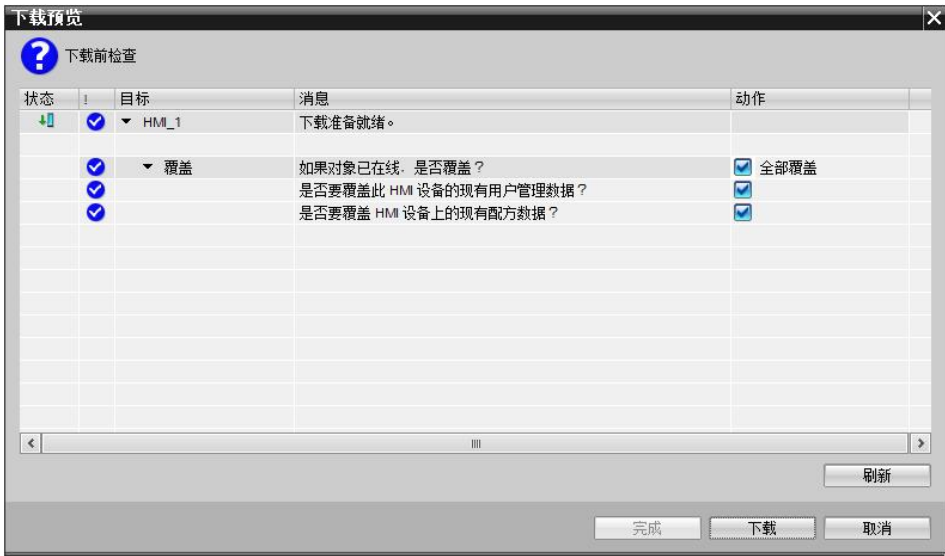

图 4-15
4. 下载之前，软件将会对项目进行编译，只有编译无错后才可进行下载，如发现编译错误请将错误排除后再次进行下载操作。如图 4-15 所示，可选择是否覆盖 HMI 设备的现有用户管理数据及配方数据，然后单击“下载”按钮来完成操作面板的项目下载。